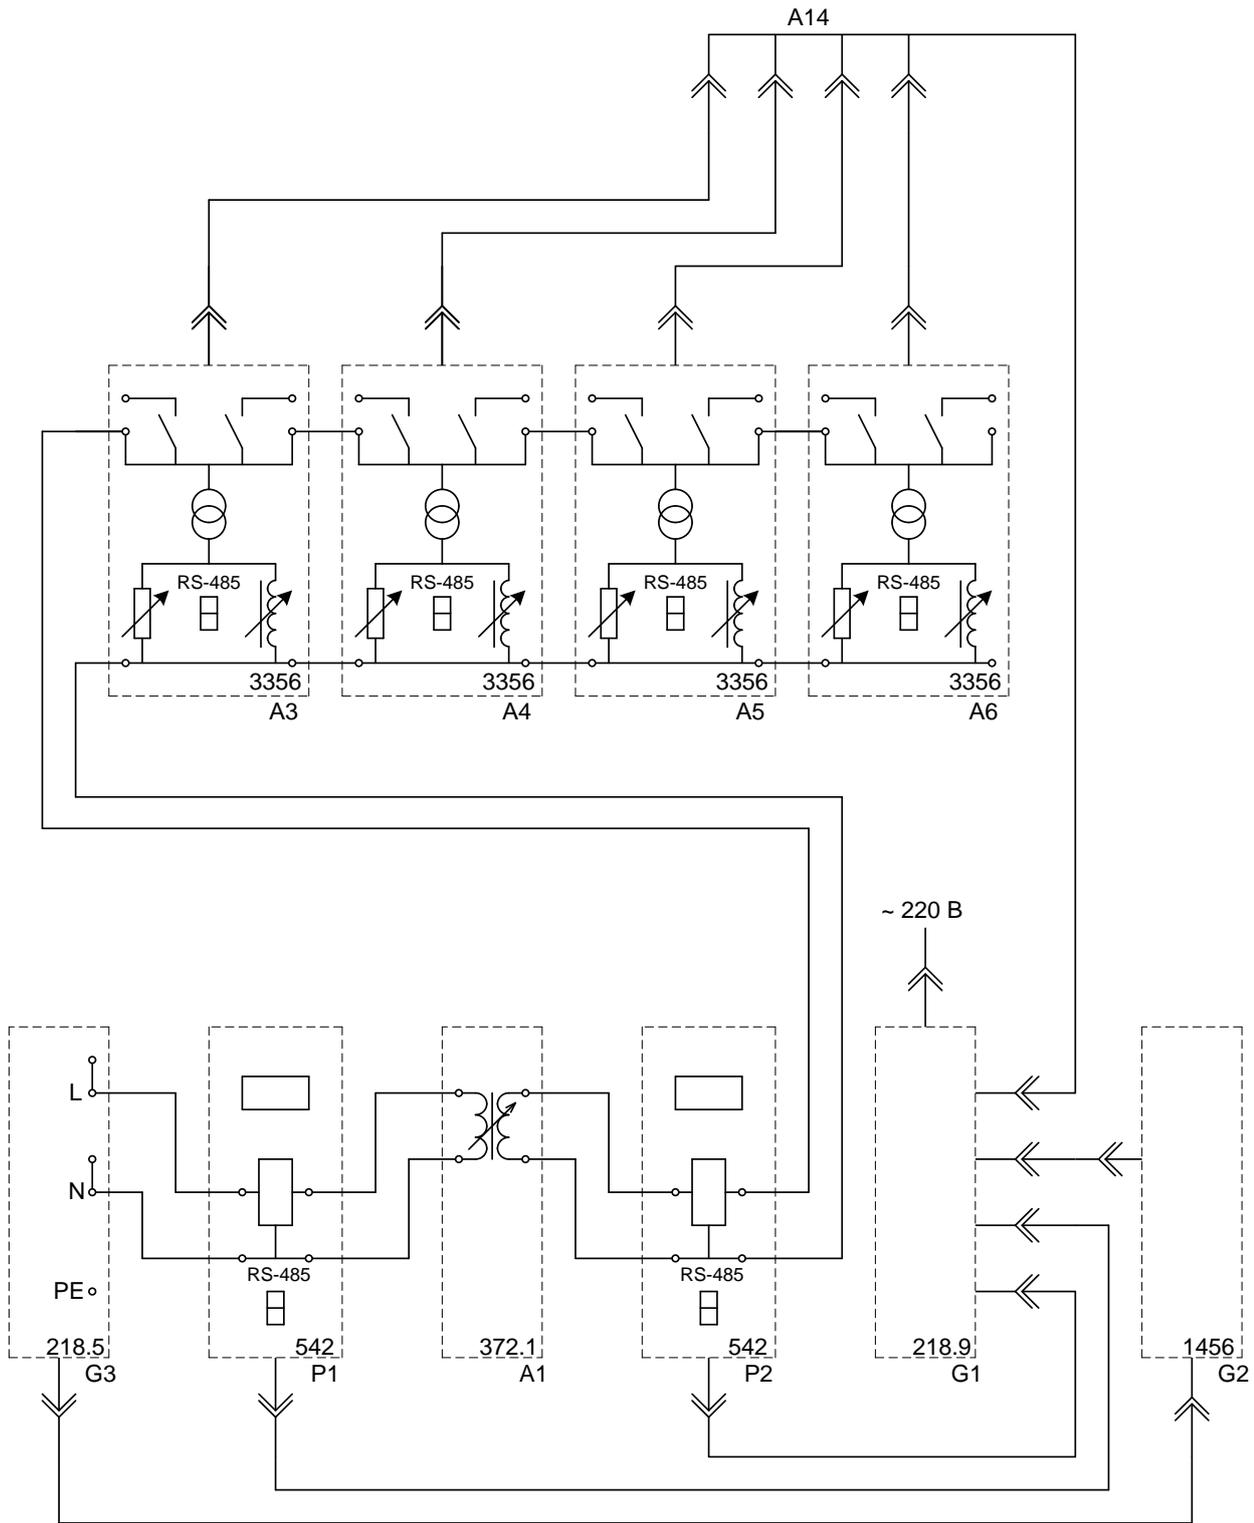

Рис.1.1. Схема для измерения параметров установившегося режима работы однофазного трансформатора.
- Соедините аппаратуру в соответствии со схемой электрической соединений, приведенной на рис. 1.1.